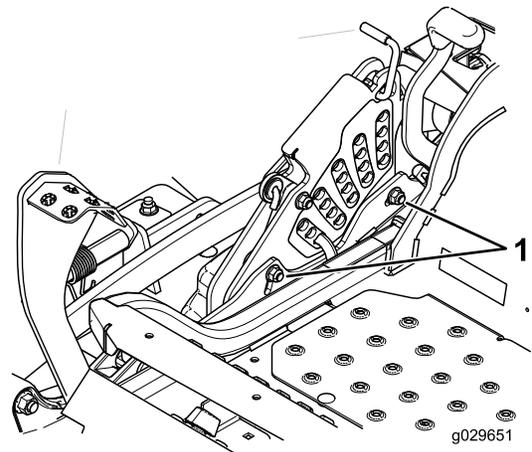

Figura 97
12. Para ajustar el sistema de ajuste de un solo punto, afloje los dos pernos situados cerca del borde inferior de la pletina de altura de corte. Consulte Figura 97.
14. Apriete los 2 pernos en el borde inferior de la pletina de altura de corte (Figura 97). Apriételos a 18–23 N·m (27 a 33 pies-libra).